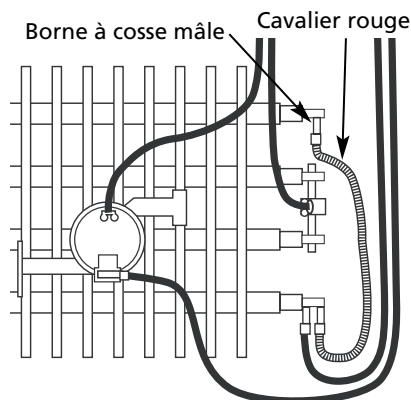

Figure 6 – Conversion des radiateurs à mi-puissance
1. Enlever le cavalier rouge, comme il est illustré à la Figure 6 de la page 4, et le jeter.
- Enlever le cavalier rouge, comme il est illustré à la Figure 6, et le jeter.